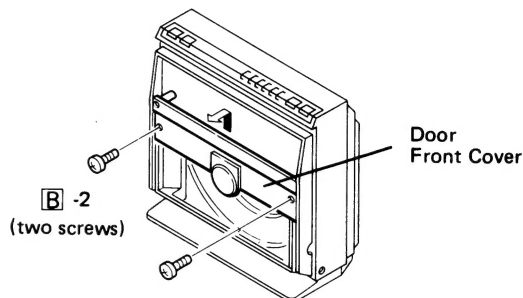

Figure 4-2
2. Remove two screws at the door front cover, and take the door front cover off (first slide it upwards and then pull it frontwards). See fig. 4-2.
2. Zwei Schrauben von der vorderen Türabdeckung abschrauben, dann die vordere Türabdeckung (durch Schieben nach oben und Ziehen nach vorn) entfernen. Siehe Abb. 4-2.
2. Déposer les deux vis du couvercle avant de la porte, et déposer le couvercle avant de la porte (le glisser d'abord vers le haut et le tirer vers l'avant). Voir la Fig. 4-2.